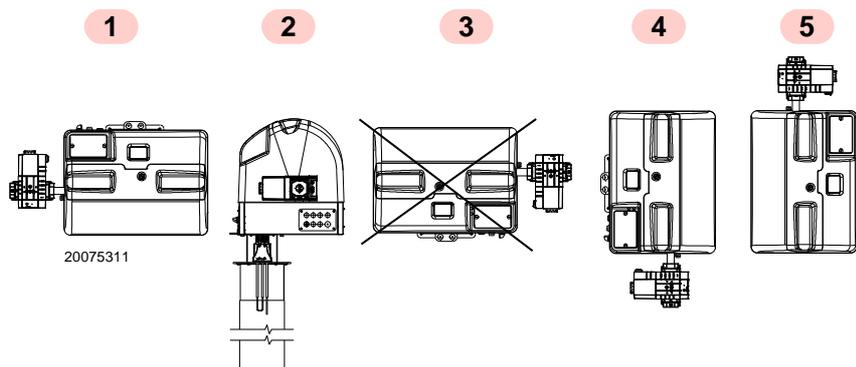

Fig. 14
- Il bruciatore è predisposto esclusivamente per il funzionamento nelle posizioni 1, 2, 4 e 5 (Fig. 14).
- Tutte le posizioni richiedono l'installazione della valvola gas con le bobine rivolte verso l'alto o orizzontalmente (Fig. 14).